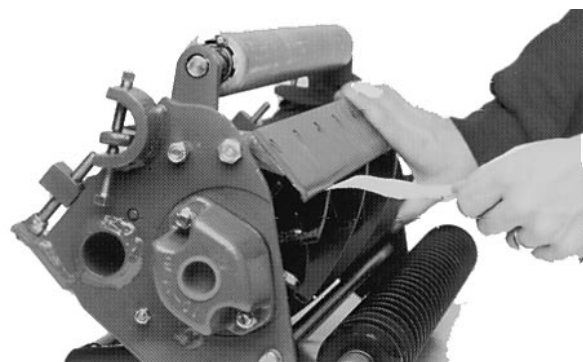

Fig. 2
- Etter justering må du undersøke for å se om sylindere "kniper" et stykke papir som stikkes inn på forsiden og skjærer papir som stikkes inn i rett vinkel (fig. 2). Det skal være mulig å skjære papir med minst mulig kontakt mellom knivplaten og sylindreknivene. Hvis det finnes tegn til for kraftig kontakt, er det nødvendig å slippe om klippeenheten for å få de skarpe kantene som er nødvendig for riktig klipperesultat (se Toro slipehåndbok).